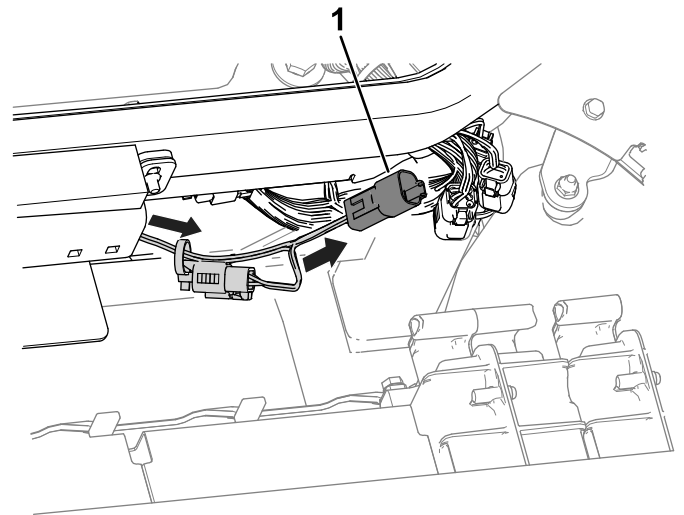

**Figura 3**
4. Utilize os parafusos e porcas existentes do suporte do capot para prender o suporte de montagem à estrutura da unidade de tração (Figura 3).